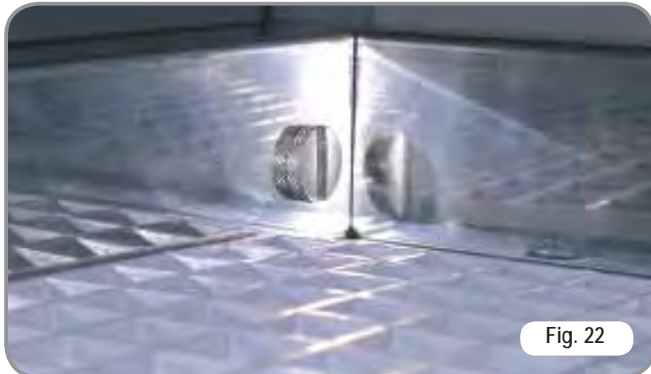

Fig. 22
- svitare le 4 viti del pannello superiore (Fig. 22);